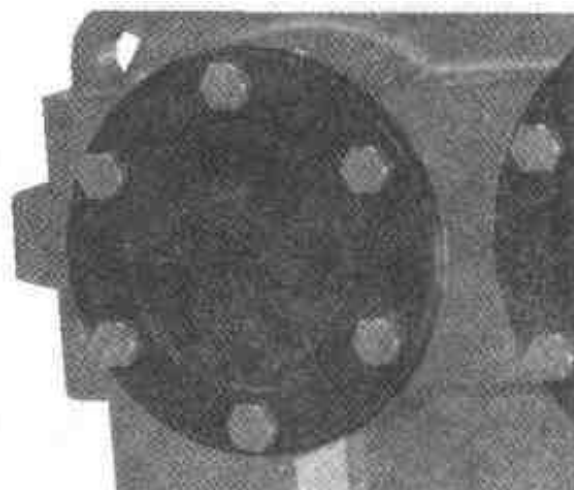

图 3.181 高速轴的端盖紧固
(10) 安装高速轴上的不可通透端盖上的螺栓, 结果如图 3.181 所示。